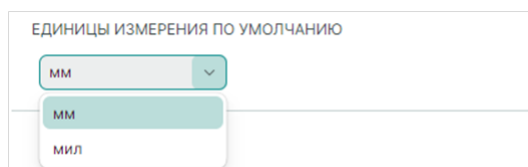

Рис. 65 Выбор единиц измерения
1. Выберите и переключите используемые единицы измерения с помощью выпадающего списка в поле «Единицы измерения по умолчанию», см. Рис. 65.